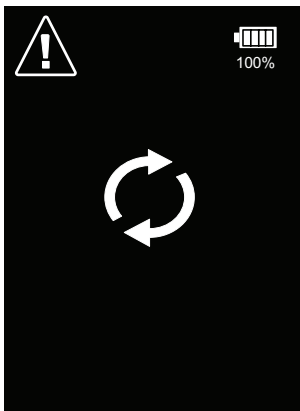

Fig. 16: Pantalla de mensaje de limpieza del sensor
- Retire el conjunto del sensor tirando con cuidado del sensor para sacarlo del casquillo (consulte la Fig. 16). No retuerza el sensor mientras lo extrae.
- Vuelva a colocar el sensor alineando la muesca de la chaveta del sensor con la chaveta levantada en el soporte del casquillo del sensor (consulte la Fig. 16).
- Extraiga el sensor antiguo tirando de él para sacarlo del casquillo (consulte la Fig. 16). No retuerza el sensor mientras lo extrae.
- Extraiga el sensor nuevo (que incluye punta y filtro nuevos) de su embalaje y coloque el sensor alineando la muesca de la chaveta del sensor con la chaveta levantada en el soporte del casquillo del sensor (consulte la Fig. 16).